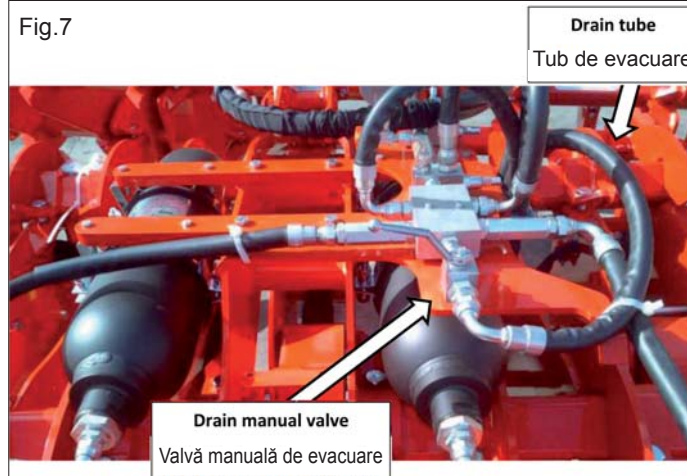

Fig.7
- Verificați ca unitatea de acumulare să nu se afle sub presiune (citiți valoarea pe manometru: această valoare trebuie să fie zero). În cazul în care acesta indică presiune, deschideți valva manuală pentru a descărca presiunea (atenție: din tubul de drenare se poate scurge ulei); Fig.7
- Verificați ca în liniile hidraulice ale cilindrilor să nu existe presiune; faceți acest lucru apăsând capetele tată ale cuplajelor rapide. După racordarea cuplajelor rapide, verificați să nu existe contacte între tuburile hidraulice și structurile ancore și verificați ca aceste tuburi să se afle în afara razei de acțiune a ancorelor (în timpul deplasării acestora). Fig.7
- Verificați ca valva manuală de evacuare să fie închisă, conectați mașina la tractor și puneți instalația sub presiune cu ajutorul pompei hidraulice. (Fig.7) Se poate întâmpla ca în instalația mașinii să se afle aer: pentru a-l elimina deschideți gradual valva manuală de evacuare (atenție: aerul și uleiul pot ieși din tub la înaltă presiune). După eliminarea aerului din instalație asigurați-vă ca valva manuală de evacuare să fie închisă pentru a putea lucra.